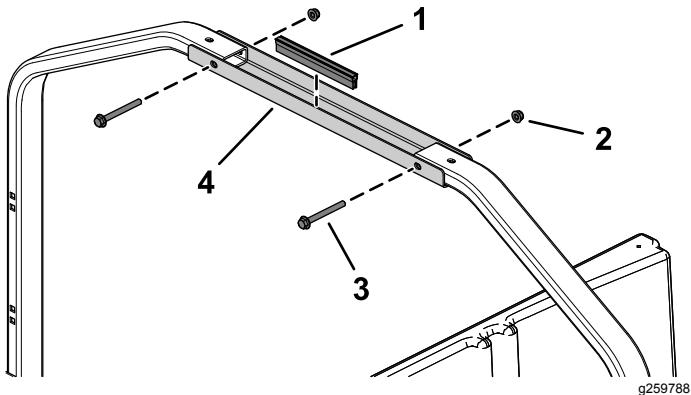

図13
2. チューブ取り付けブラケットを後側取り付けチューブに固定するフランジヘッドボルト5/16 x 3" 2本とフランジナット5/16"で図13のように取り付ける。
3. チューブ取り付けブラケットにトリムシールを取り付ける図13。